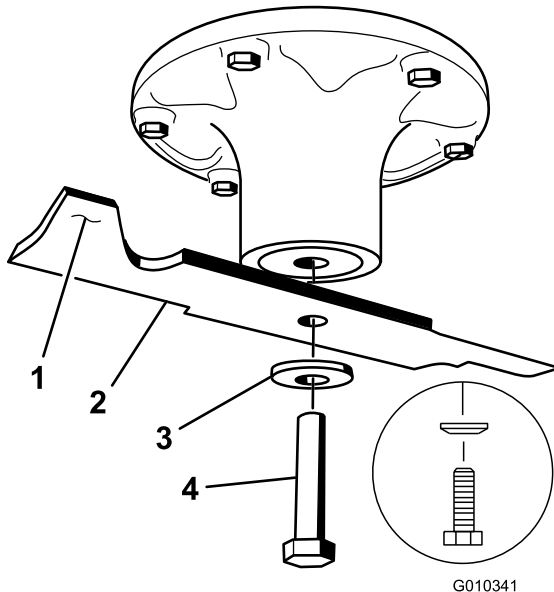

Bild 68
2. Entfernen Sie die Messerschraube, Wellenscheibe und das Messer von der Spindelwelle (Bild 68).
1. Setzen Sie das Messer auf die Spindelwelle (Bild 68).
2. Setzen Sie die Wellenscheibe (Kappenseite zum Messer) und die Messerschraube ein (Bild 68).